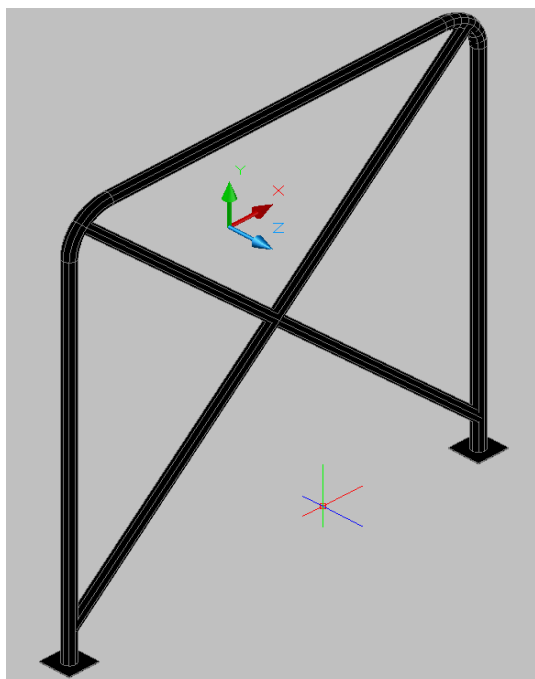

Fig. 6
1.7. Diagonale: tevi de oțel din structura roll-cage-ului care unesc colțul de sus al arcului principal de securitate cu cel de jos, sau colțul de sus al arcului principal de securitate cu colțul de sus opus al arcului frontal de securitate. **Fig. 6.**